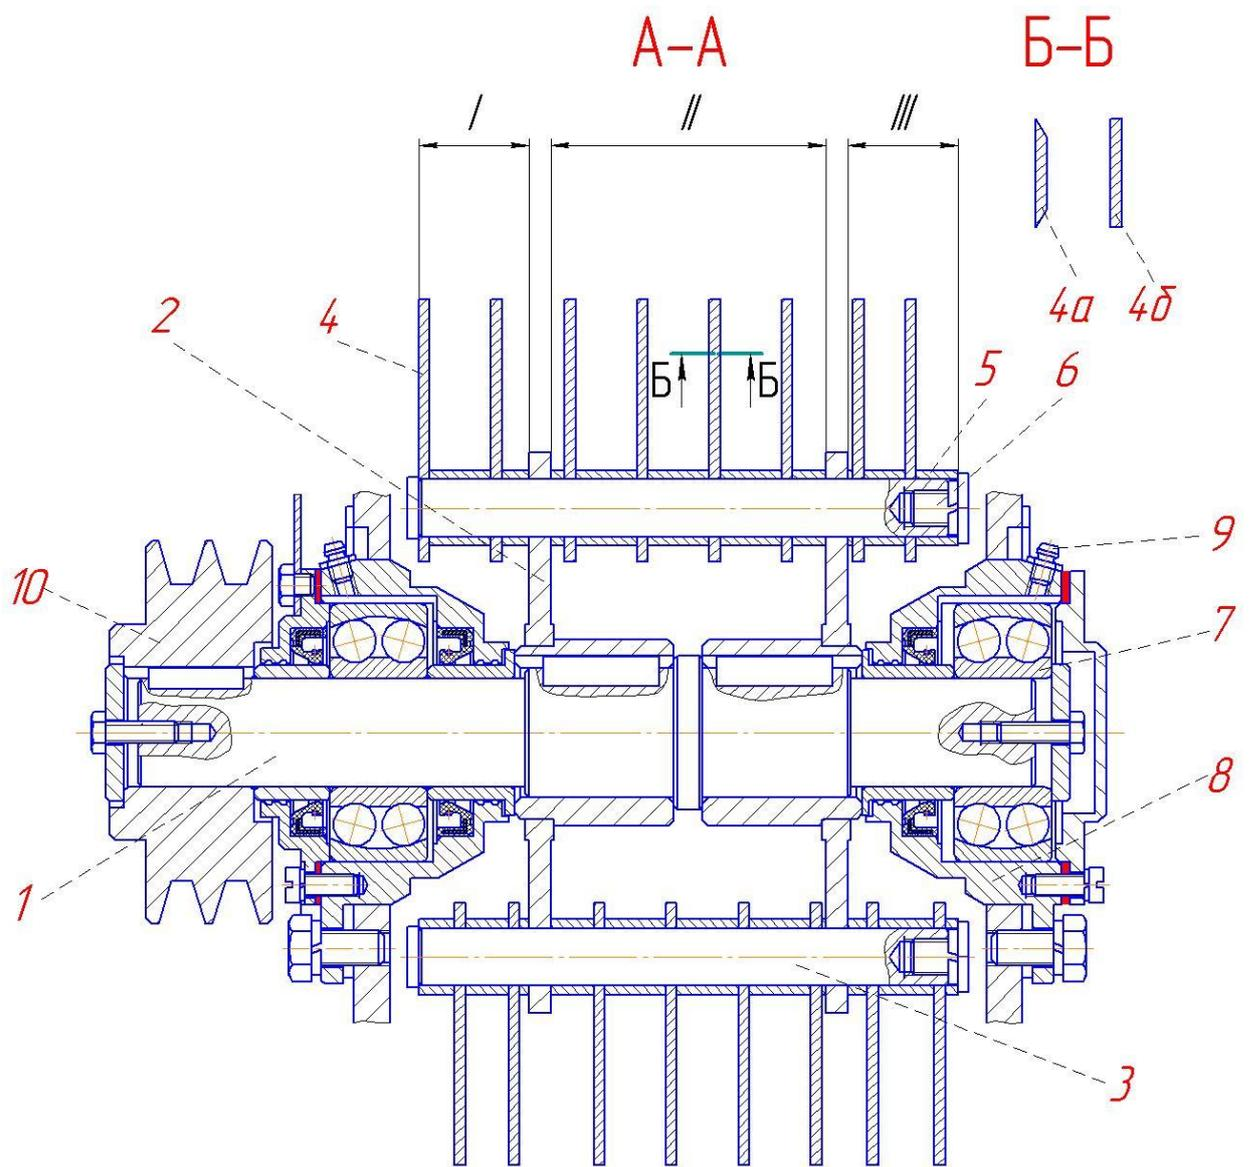

Рис.3 Ротор в сборе.
- г) выкрутить шесть болтов крепления корпусов 8 (Рис.3) подшипников к основанию корпуса Дробилки;
- б) развернуть ротор таким образом, чтобы ось 3 (Рис.3) с молотками, требующими замены, оказалась сверху;
массива материала к одной стенке камеры дробления, располагать молотки на оси согласно схеме на Рис. 3.